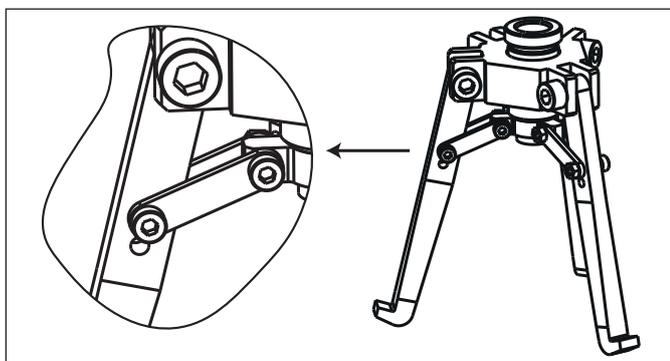

Figura 2: Detalhes de instalação para a garra padrão, configuração interna
- Use o orifício superior para instalar a garra na configuração interna. Refer a Figura 2.